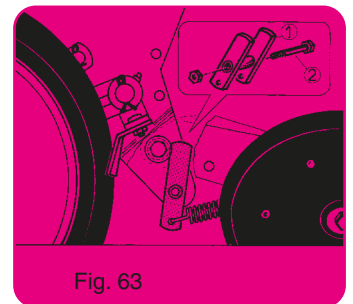

Fig. 63
(Au minimum il faut 1 entretoise en H ① (fig. 63), réf. 7262a, 1 vis H M 10 x 120, 1 écrou H M 10).
Après avoir enlevé la roue de plombage et son cadre, remettre en place les 2 ressorts, du bloc arrière avec l'entretoise en H ① (fig. 63), montée avec la vis H M 10 x 120 plus l'écrou H M 10.
(a minimum of 1 H spacer ① (fig. 63) ref 7262a, 1 HM 10 x 120 screw, 1 HM 10 nut).
After having removed the press wheel and its frame, put back in place the 2 springs, the rear unit with the H spacer ① (fig. 63), assembled with the HM 10 x 120 and the HM 10 nut.
(Distanzhülse ① Fig. 63 ET NR. 7262a, 1 HM Schraube 10 x 120 , Mutter HM10)
Nachdem Sie die Andruckrolle und den Rahmen demontiert haben , bauen Sie die zwei Federn mit der Distanzhülse ① Fig 63 und der Schraube HM 10 x 120 mit Mutter HM 10 wieder ein.